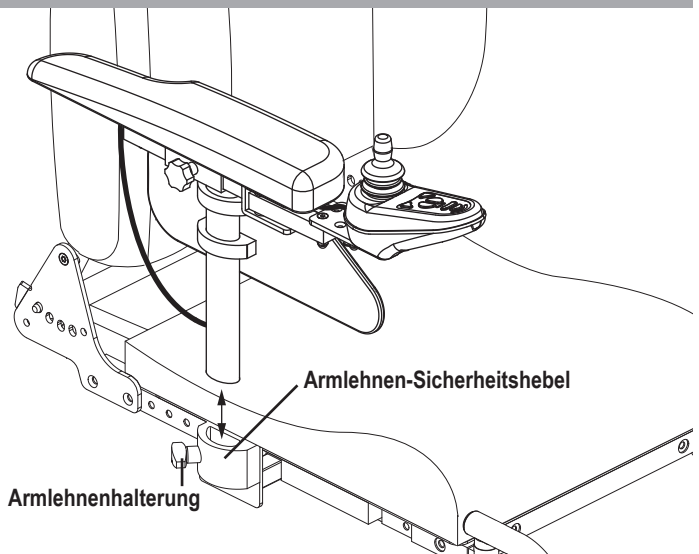

Bild 13. Ausbau, Einbau und Höhenverstellung der Armlehne
1. Ziehen Sie den Armlehnen-Sicherungshebel heraus. **Siehe Bild 13.**
1. Führen Sie die Armlehneinheit in die Armlehnenhalterung ein. **Siehe Bild 13.**